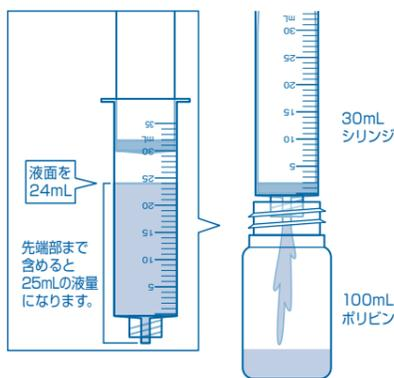

図1
①30mLシリンジに空気を約5mL吸い込んでから、検水を吸い込み、液面を24mLの目盛に合わせます。はかり取った検水を100mLポリビンに移します。(図1)